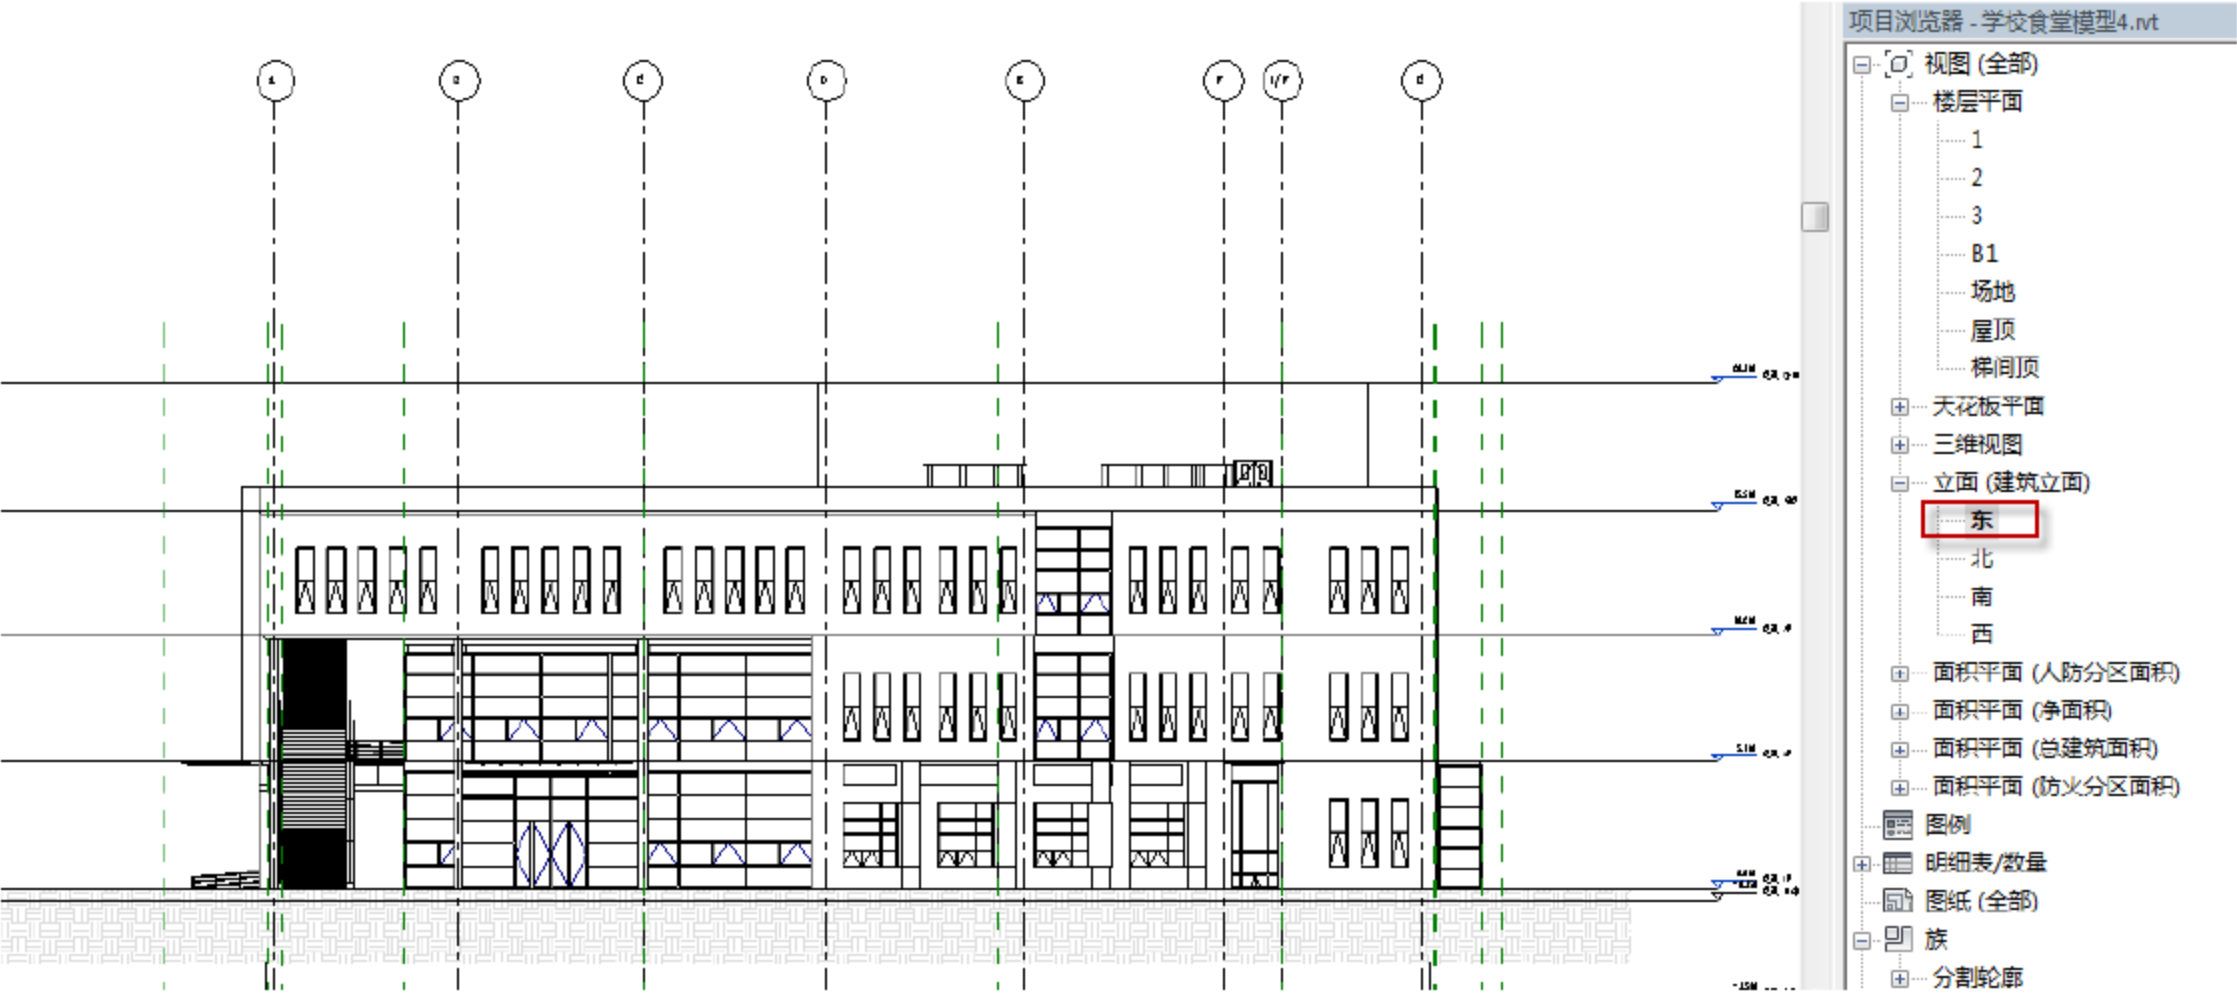

图 13.1.13 东立面
(1) 切换到东立面。在“项目浏览器”面板中，选择“楼层平面”→“东”立面视图，从平面视图进入东立面视图，如图 13.1.13 所示。